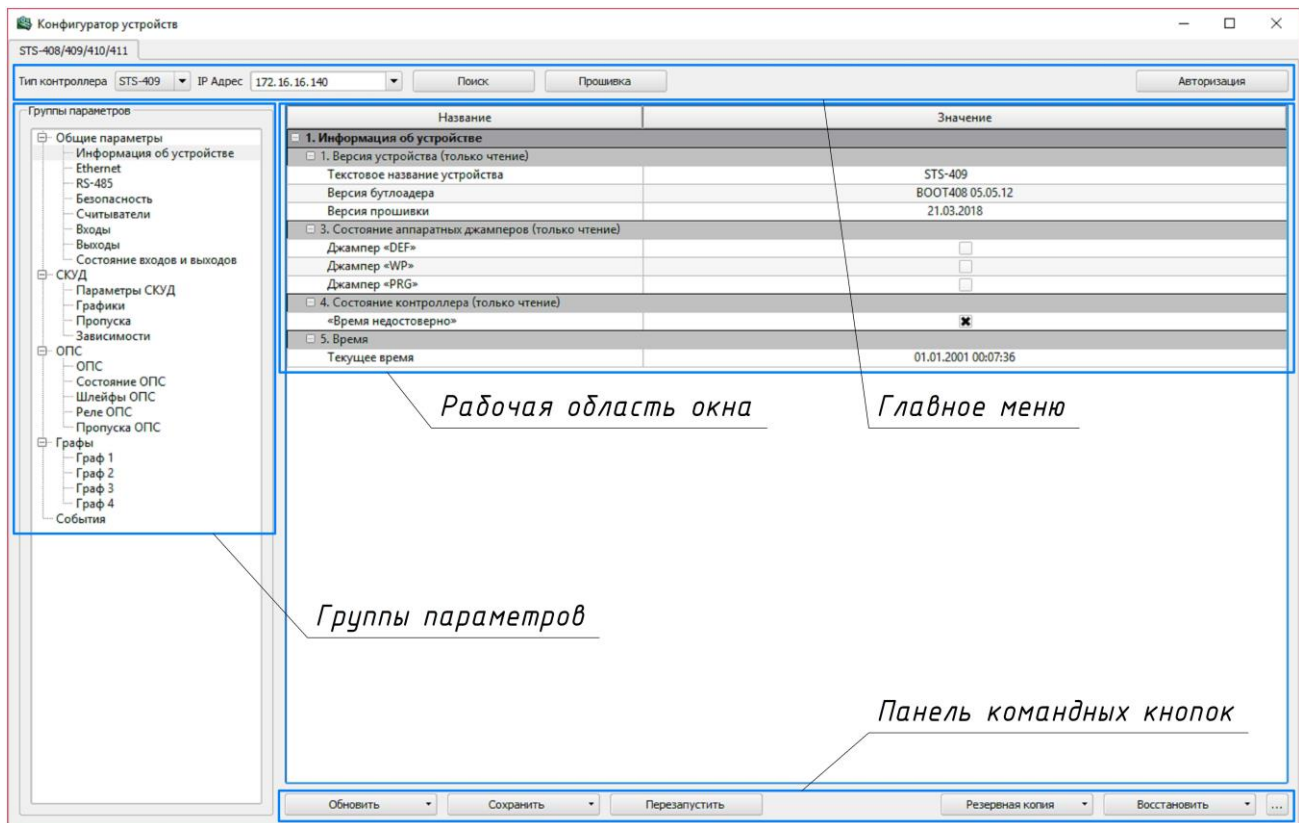

Рисунок 13
4. Запустить «Конфигуратор STS-408, STS-409, STS-410, STS-411» двойным нажатием на исполняемый файл «STSConfig2» в каталоге программы. На экране отобразится главное окно программы (рис. 13).